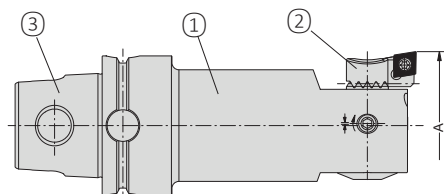

Fig. 1
- Sul lato macchina, l'utensile per la barenatura di precisione è dotato di una connessione KM..TS ③ (Fig. 1).